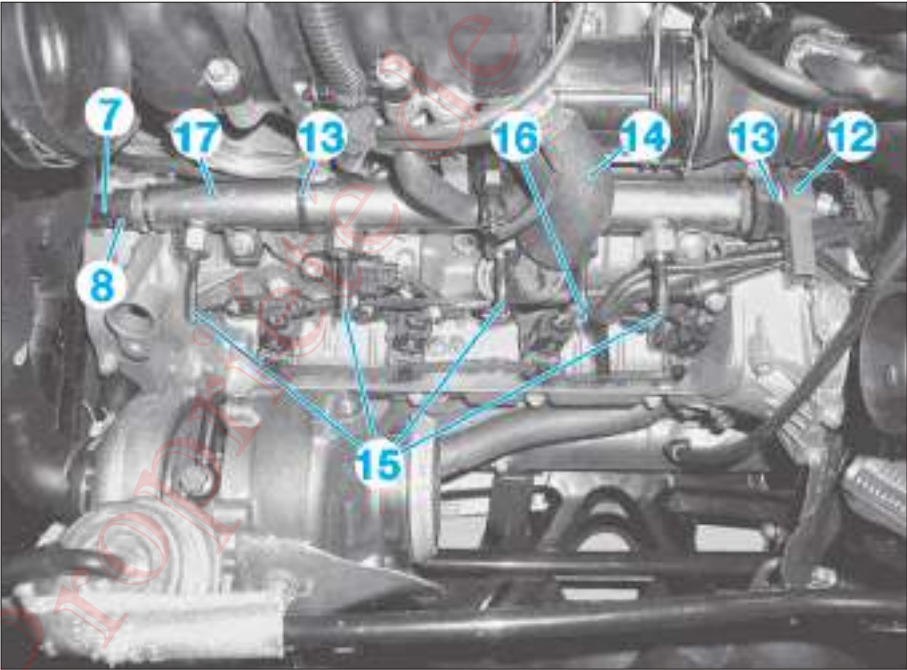

FIG. 50
- Si nécessaire, débrancher le connecteur (7) du capteur de pression (8) sur la rampe (Fig.50).